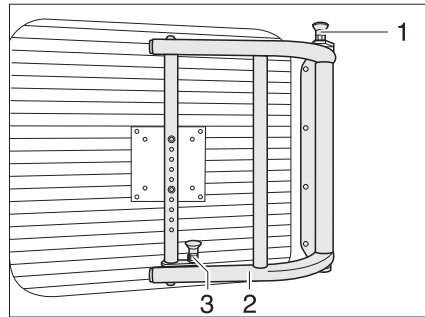

Bild 60 Schwenkarm für Flachbildschirm
- Entriegelungsknöpfe (Bild 60,1 und 3) nach oben ziehen, um den Schwenkarm zu entriegeln.
- Flachbildschirm mit der Halterung (Bild 60,2) in die gewünschte Position schwenken.